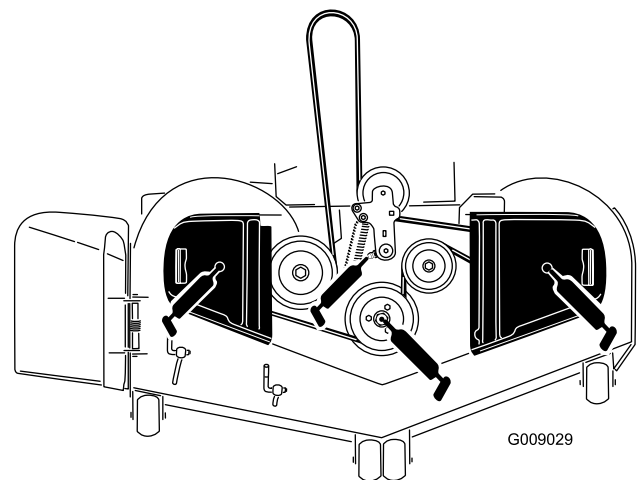

Figura 46
5. Engrase el pivote de la polea tensora de la carcasa de corte hasta que salga grasa por el extremo inferior (Figura 46).
6. Engrase los tres cojinetes de los ejes hasta que rezume grasa de las juntas inferiores (Figura 46).
7. Engrase el brazo tensor de la correa de la carcasa (Figura 46).